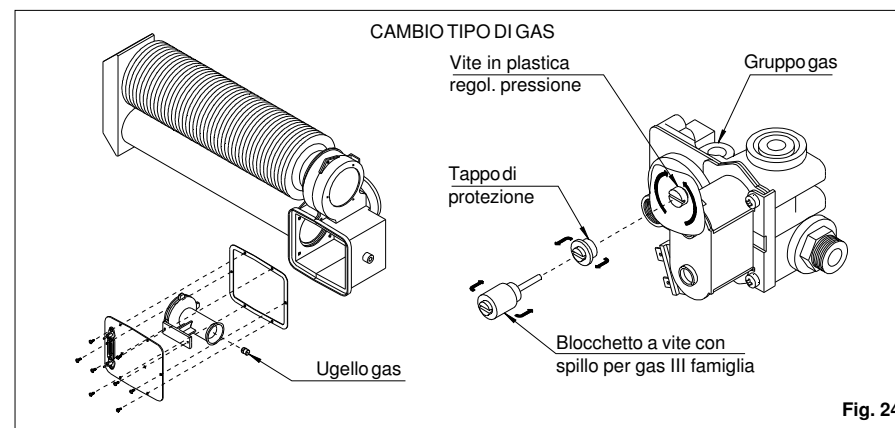

Fig. 24
- c) togliere le 6 viti che fissano la piastra porta-bruciatore alla camera di combustione ed estrarla, facendo attenzione a non danneggiare la guarnizione di tenuta. Smontare l'ugello gas con una chiave esagonale da 10 mm e sostituirlo con il nuovo, avvitandolo fino a garantire la tenuta (fig. 24)
- e) sul gruppo gas togliere il blocchetto a vite dotato di spillo posto sul regolatore di pressione, in modo da ripristinare la funzione del regolatore stesso (fig. 24)
- togliere le 6 viti che fissano la piastra portabruccioli alla camera di combustione ed estrarla, facendo attenzione a non danneggiare la guarnizione di tenuta. Smontare l'ugello gas con una chiave esagonale da 10 mm e sostituirlo con il nuovo, avvitandolo fino a garantire la tenuta (fig. 24)
mente a fine corsa la vite in plastica del regolatore di pressione. Inserire al posto del tappo di protezione il blocchetto a vite dotato di spillo, in modo da mettere fuori servizio il regolatore stesso (fig.24). **Conservare il tappo di protezione del regolatore di pressione per un eventuale riutilizzo successivo**